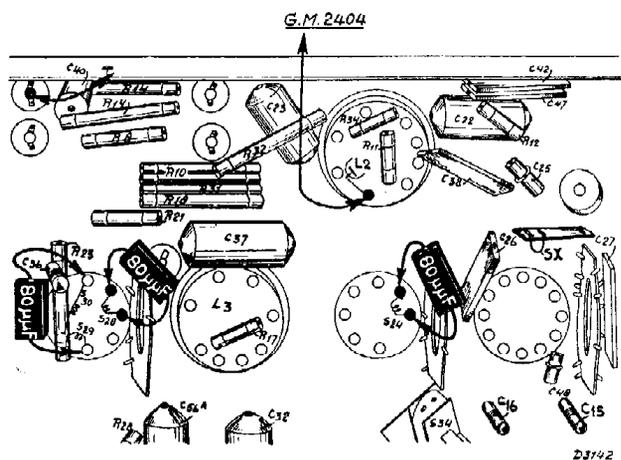

Fig. 3
3. Débrancher le réglage automatique de volume sonore en court-circuitant C40 (voir fig. 3).
6. Désaccorder le troisième circuit moyenne-fréquence en branchant un condensateur de 80 $\mu\mu\text{F}$ en parallèle avec S28 (fig. 3).
fréquence en branchant un condensateur de 80 $\mu\mu\text{F}$ en parallèle à S29 + S30 (fig. 3).
10. Désaccorder le 1er circuit moyenne-fréquence en branchant un condensateur de 80 $\mu\mu\text{F}$ en parallèle avec S24 (fig. 3).
7. Brancher l'amplificateur apériodique GM 2404 à l'anode de L2 (voir fig. 3). Brancher l'indicateur de puissance de sortie à la sortie de cet appareil.
12. Régler C15 (fig. 3) sur la puissance de sortie maximum.